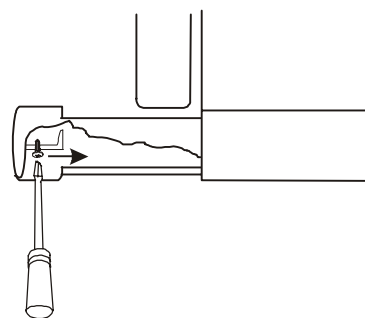

Fig. 16
- 1 Løsn stopskruen i emhætterammens forreste kant iht. fig 16.